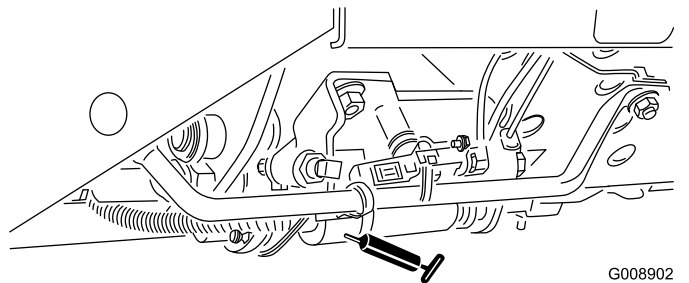

Figura 41
- Mando segar/transportar (**Figura 41**)